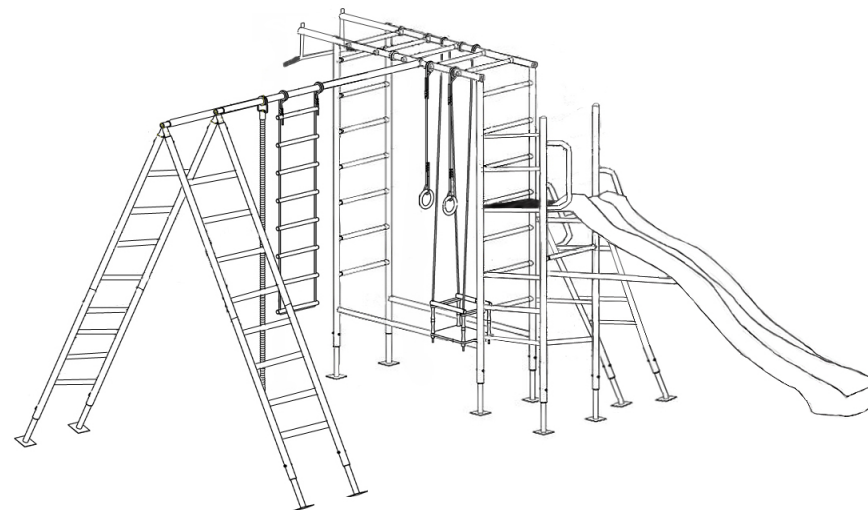

Рис. 4
**4.5.5.** Общий вид комплекса изображен на Рис. 4.